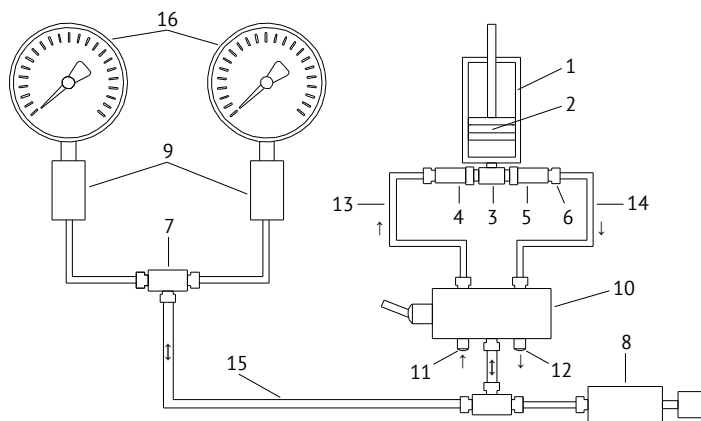

Рис. 2. Пневматическая схема ПУСК:
4.3.2 При движении *поршня 2* (Рис. 2) вверх *клапан 4* открывается и воздух через *фильтр 11*, *переключатель 10*, *ветвь разряжения 13* и *клапан 4* поступает в *цилиндр 1*. При движении *поршня 2* вниз *клапан 4* закрывается, а *клапан 5* открывается и воздух из цилиндра через *ветвь давления 14*, *переключатель 10* поступает в *измерительную ветвь 15*, создавая в ней избыточное давление. При последующем накачивании давление в измерительной ветви будет возрастать. Для уменьшения давления в измерительной ветви необходимо плавно приоткрыть *регулируемый дроссель 8*.